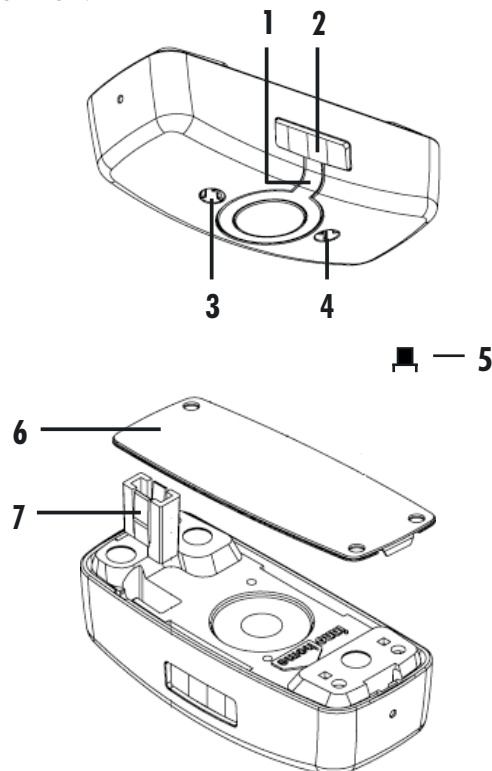

Abb. 1
1. Lassen Sie die Sensoreinheit sich zunächst auf Zimmertemperatur einstellen. Ziehen Sie die Folie von der Montageplatte der Sensoreinheit ab, und kleben Sie die Montageplatte zusammen mit der Sensoreinheit an der gewünschten Stelle fest. Stellen Sie sicher, dass die Betriebsanzeige an der Seite der Sensoreinheit auf Sie gerichtet ist (siehe Abbildung 1). Entfernen Sie die Sensoreinheit von der Montageplatte (die Sensoreinheit gibt einen Piepton von sich). Drücken Sie die Montageplatte fest gegen die Oberfläche, um eine gute Haftung zu erzielen.
2. Entfernen Sie das rote Batterietrennstück [7] von der Sensoreinheit (siehe Abbildung 1), und bewahren Sie es für eine eventuelle spätere Verwendung auf. Platzieren Sie die Sensoreinheit wieder auf der Montageplatte, stellen Sie sicher, dass sie richtig herum ausgerichtet ist und ohne Zwischenräume fest auf der Platte aufliegt.